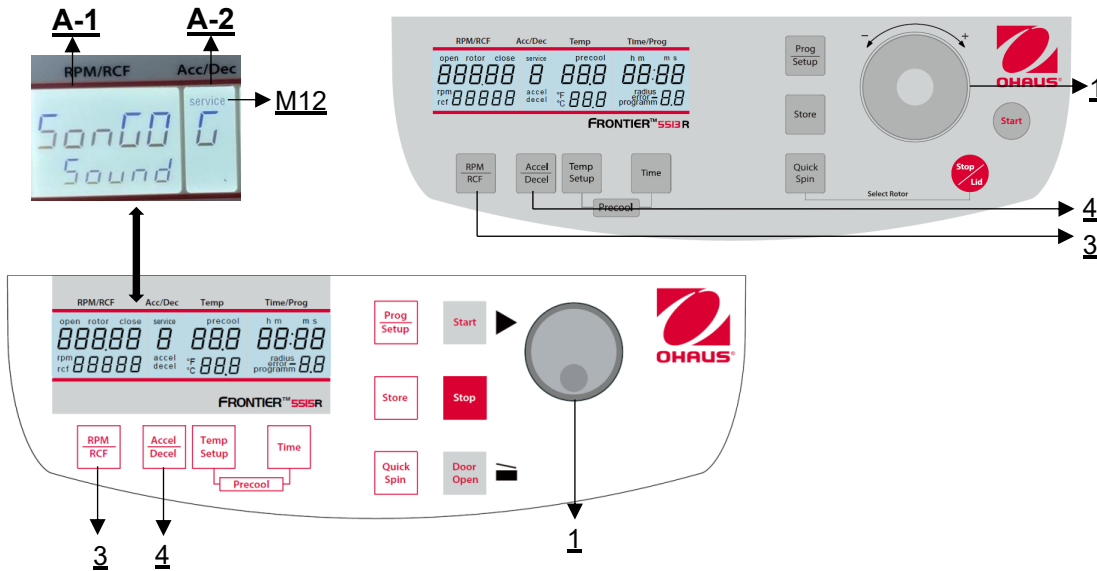

Figura 29
Procedere come descritto al punto 4.1.1 per entrare in questa modalità di programma e poi premere il tasto **"Accel/Decel"** (4). Nel display **"Acc/Dec"** (A-2) lampeggia la parola **"Service"** (M12). Selezionare ora la lettera **"G"** con il bottone di regolazione / rotella (1). Di conseguenza, nel display **"RPM | RCF"** (A-1) appare la scritta "SonGo/Sound". Dopo aver premuto il tasto **"RPM | RCF"** (3), è possibile selezionare un brano con la manopola di regolazione/rotellina (1) (**vedere Figura 29**).